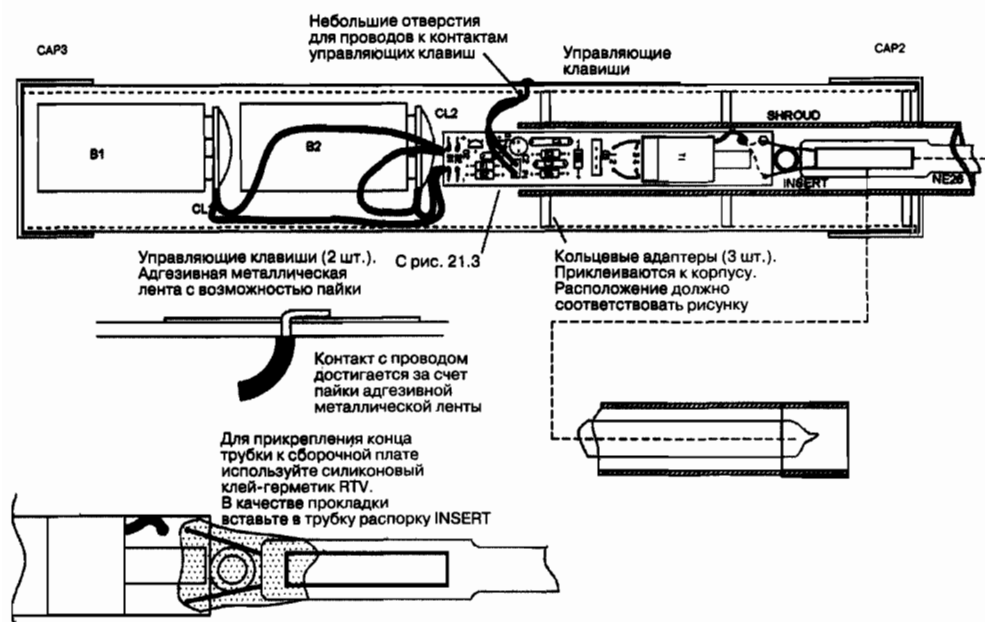
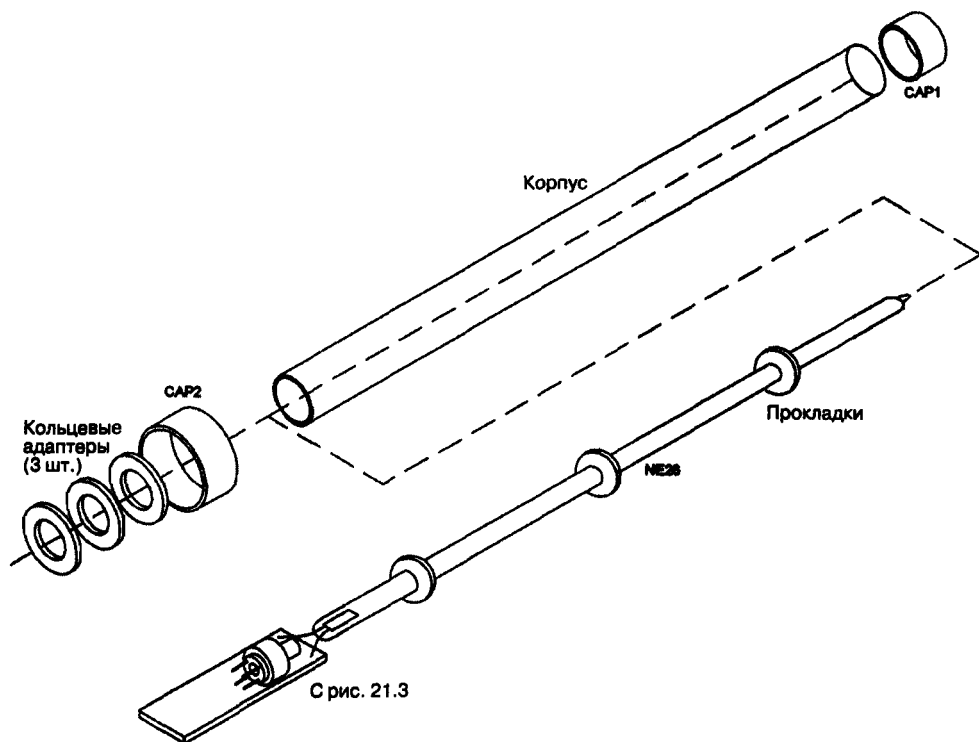

Рис. 21.5. Вид рукоятки в рентгеновских лучах
Рис. 21.6. Сборка демонстрационной трубки, корпуса и прокладок
4. Возьмите неоновую трубку NE26 длиной 30–90 см, как показано на рис. 21.5. Обратите внимание, что трубка показана только с одним внутренним электродом. Внешний электрод состоит из куска металлической ленты, намотанной на трубку, и также участвует в работе. Конструкция с внутренним электродом работает немного лучше, поскольку внутренний импеданс здесь становится только активным (резистивным). Имейте в виду, что для большинства любителей сборка трубки является практически невыполнимой задачей и ее, возможно, проще приобрести по номеру в спецификации. Припаяйте трубку к сборочной плате (см. рис. 21.5) и закрепите с помощью силиконового каучука RTV. Вставьте кусок виниловой трубки между трубкой и печатной платой для защиты трубки от возможного повреждения вследствие удара о печатную плату.
1. Отрежьте пластиковую трубку 75 см с внешним диаметром 2,54 см для корпуса, как показано на рис. 21.6. Подровняйте внешние края и очистите их от заусенцев. Красная прозрачная трубка значительно усилит зрительный эффект при использовании красного неоновых газа.
2. Изготовьте четыре кольцевых прокладки из куска прозрачного гибкого винила 0,16 см (см. рис. 21.6). Эти прокладки располагают неоновую трубку NE26 по центру пластикового корпуса и обеспечивают частичную защиту устройства при неосторожном обращении. Центральные отверстия кольцевых прокладок должны обеспечивать плотное прилегание к поверхности неоновой трубки, а внешний диаметр обеспечивать плотный контакт с трубкой корпуса. Кольцевые прокладки должны быть размещены на демонстрационной трубке NE26, как показано на рисунке. Для этих деталей можно использовать и другие материалы.
3. Изготовьте три кольцевых адаптера (см. рис. 21.6). Внешний диаметр должен обеспечивать их плотное размещение внутри рукоятки HA1. Отверстие 2,54 см должно располагаться точно в центре адаптеров и плотно охватывать трубку корпуса. Адаптеры располагаются и приклеиваются к корпусу (см. рис. 21.5).
4. Изготовьте крышку CAP2 с отверстием в центре 2,54 см и поместите ее на сборку корпуса трубки (см. рис. 21.5). В надетом состоянии открытая сторона крышки должна располагаться достаточно близко к переднему кольцевому адаптеру.
5. Изготовьте рукоятку HA1 из плотного поливинилхлорида (ПВХ или аналогичного материала) 4,13×0,16 см и длиной 25,4 см. Просверлите два небольших отверстия диаметром 0,16 см, как показано на рис. 21.5, для выводов управляющих клавиш. Их положение не критично и вы можете расположить их по своему усмотрению.
6. Вставьте сборку NE26 (см. рис. 21.6) с кольцевыми прокладками в корпус, как показано. Можно упростить это действие, если увлажнить внутренние стенки корпуса, дунув в него и быстро вставив трубку. Работайте в перчатках для предотвращения травмы в случае поломки трубки из стекла.
7. Вставьте указанную выше сборку в рукоятку HA1, при этом передний кольцевой адаптер входит в рукоятку примерно на 0,64 см (см. рис. 21.5). Вы можете приклеить его или оставить так для возможной последующей разборки. Наденьте крышку CAP2, как показано. Имейте в виду, что это может потребовать определенных усилий, поскольку крышка надевается очень туго и ее не обязательно приклеивать.
8. Вооружившись терпением и используя свою изобретательность, пропустите провода управляющих клавиш через отверстия в НА1 (см. рис. 21.5). Наложите зачищенные концы на рукоятку с небольшими кусочками металлической ленты, как показано. Электрический контакт с металлическими контактами создается именно за счет этого наложения. Вырежьте панельки соответствующей формы.